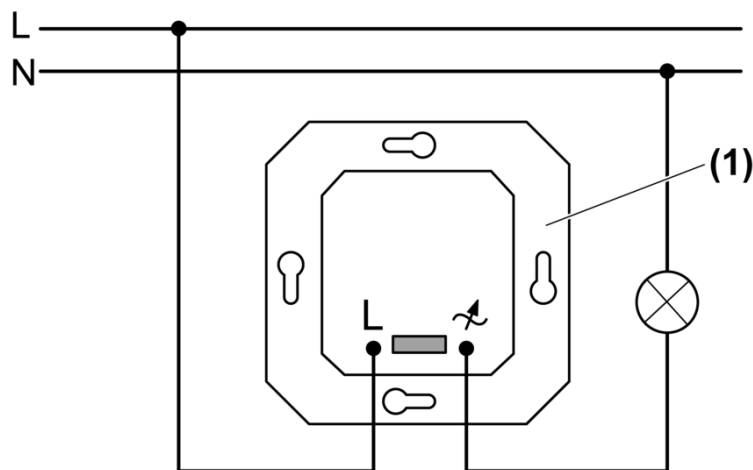

Bild 2: Anschlussplan
- Dimmer (1) gemäß Anschlussplan anschließen (Bild 2).
- Abdeckung (2) montieren.
- Einstellknopf (3) aufstecken.